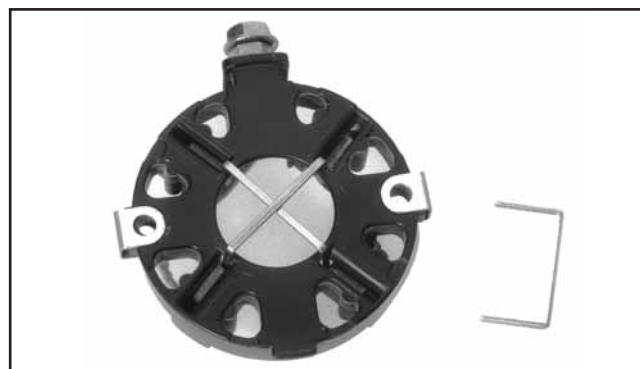

Figure 8-18. Capuchon d'extrémité de commutateur de type « B » avec balais.
4. Si les balais ne sont pas remplacés, positionner les balais dans leurs emplacements sur le support, les placer en position rétractée et utiliser des agrafes pour les maintenir en place. Voir la Figure 8-18.